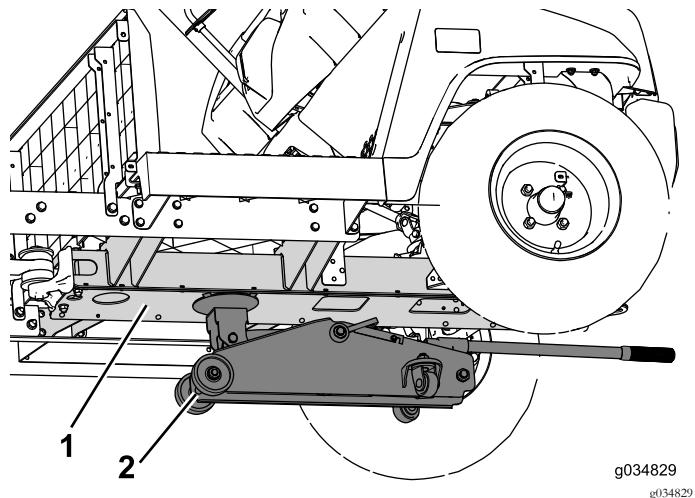

Figura 15
- Utilize um macaco debaixo do canal central para suportar a dianteira da máquina (Figura 15).